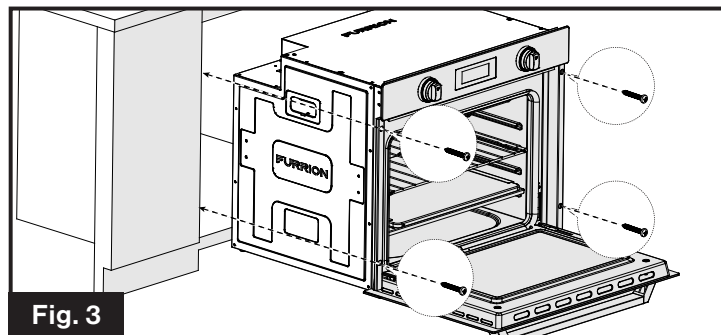

Fig. 3
3. Abra la puerta del horno y fije firmemente el horno en su lugar con cuatro tornillos (no incluidos). (Fig. 3)